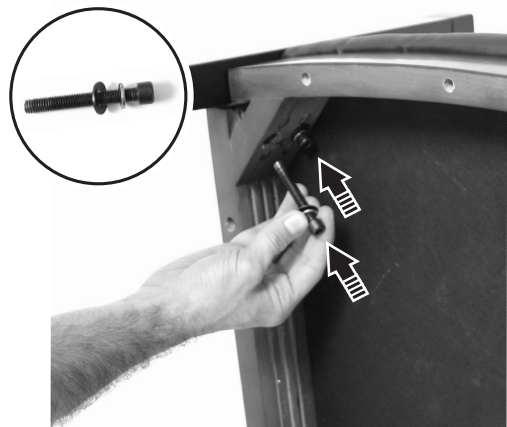

Figure 10
7. Loosely attach the right arm frame (D) to the seat frame (B) using two of the seat frame bolts (H), two of the split washers (J), and two flat washers (K), as shown in figure 10. Do not tighten bolts at this time. The back frame bolt assembling the arm frame to the back frame must be inserted first.
7. Fixer sans serrer le cadre d'accoudoir droit (D) au cadre d'assise (B) avec deux vis de cadre d'assise (H), deux rondelles fendues (J) et deux rondelles plates (K), comme illustré à la figure 10. Ne pas serrer les vis à ce point. La vis qui fixe le cadre d'accoudoir au cadre de dossier doit être mise en place d'abord.